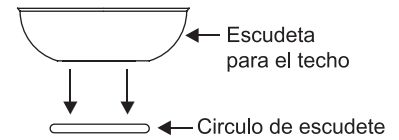

Figura 8-1
1. Remueve la tapa del fondo del dosel decorativo desde el dosel oprimiendo los 3 clavos(Figura 8-1)